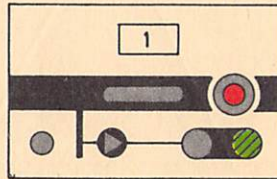

Bild 8
- (11) Wenn nach einer Falschfahrt, einer Sperrfahrt, nach Rückkehr einer Schiebelokomotive oder nach dem Rangieren auf dem Ausfahrgeleis über den Ausfahrabschnitt hinaus sich die Blockeinrichtungen nicht in Grundstellung befinden, ist die Grundstellung nach Abs. 10 b herzustellen.
- (12) Leuchtet beim Umschalten von Tag- auf Nachtschaltung der Melder eines nicht besetzten Blockabschnittes rot auf, ist sofort auf Nachtschaltung zurückzuschalten. Bleibt der Abschnitt nach dem Zurückschalten rot ausgeleuchtet, ist die Grundstellung nach Abs. 10 herzustellen. Wegen Blinken des Ersatzsignalstörmelders beim Umschalten siehe Abs. 15.
- (13) Leuchtet ein Blockabschnittsmelder rot, ohne daß im betreffenden Blockabschnitt Fahrten mit Regelfahrzeugen durchgeführt wurden (z. B. Rotausleuchtung nach Blitzschlag), darf die Grundstellung nach Abs. 10 b erst hergestellt werden, nachdem ein Zug den betroffenen Abschnitt auf Sicht durchfahren hat.
- (14) a) Fehler an Signalen (z. B. Hauptfaden zerstört, Nebenfaden eingeschaltet) werden durch den blinkenden Signalmelder angezeigt (vgl. Bild 8).